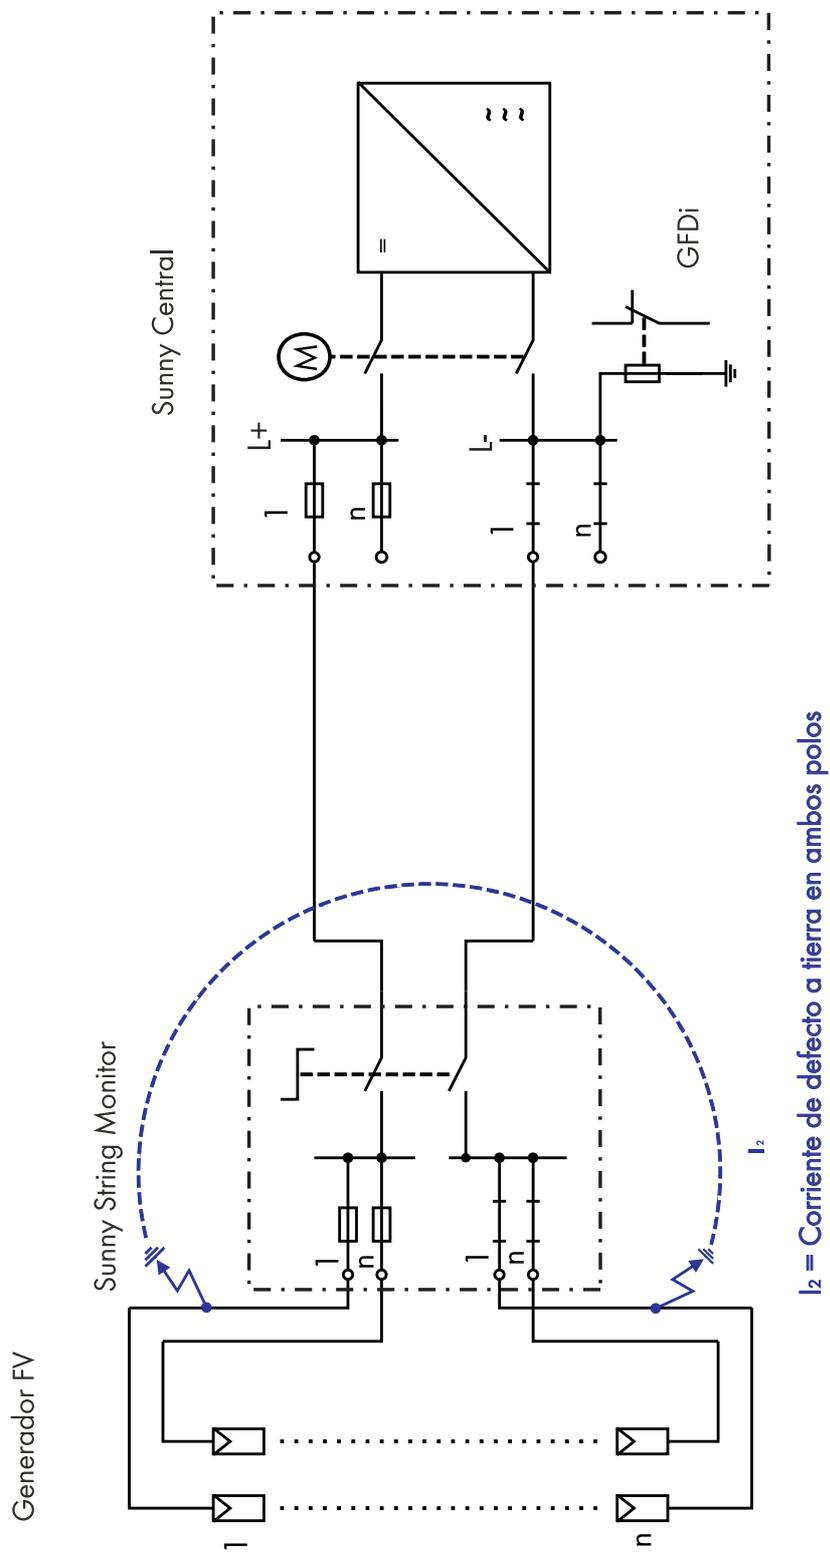

Figura 2: cortocircuito a tierra en ambos polos
La operación del inversor con el GFDI activado podría dañar los módulos fotovoltaicos al no haber toma a tierra. Si el polo puesto a tierra tuviera además un cortocircuito a tierra, se produciría un cortocircuito (ver figura 2) a que el inversor podría alimentarlo con energía. Esto puede dañar el dispositivo de potencia. Por eso no está permitido utilizar el inversor con el GFDI activado.
- Si en este estado de la instalación el polo no puesto a tierra tuviera un cortocircuito a tierra (ver figura 2), el GFDI no podría interrumpir la corriente de fallo que se produciría. Esto puede producir daños en la instalación o en partes del edificio.